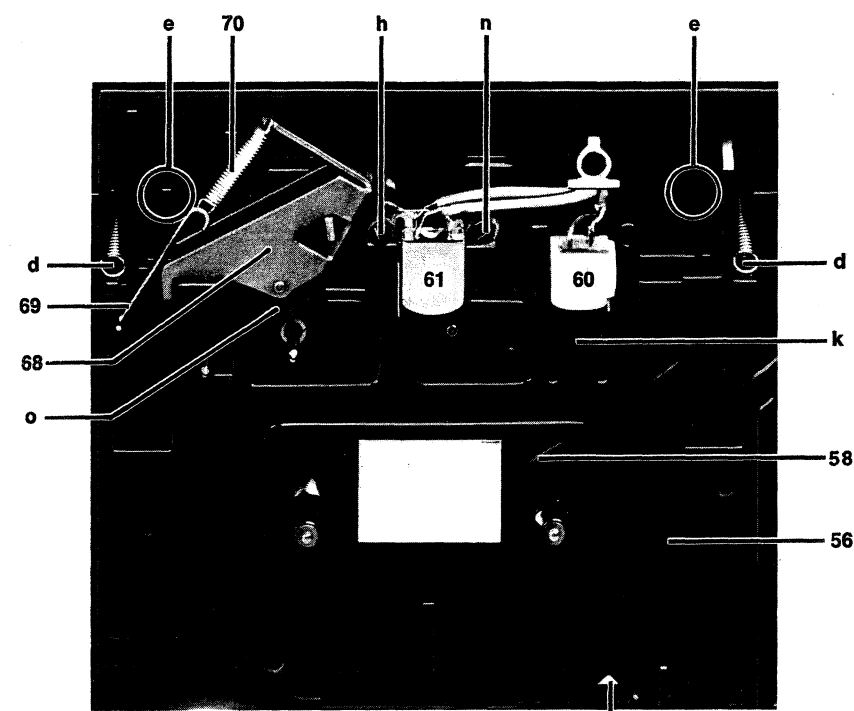

Bild 6
10. Schlitten 56 ausbauen (Bild 6)
11. Vorlaufkupplung 50 (Bild 6, 10)
12. Wickelteller 42 – Rücklauf (Bild 6, 10)
13. Andruckrollenhebel 68 (Bild 6)
Kontaktfedersatz S 12 [Bild 6]